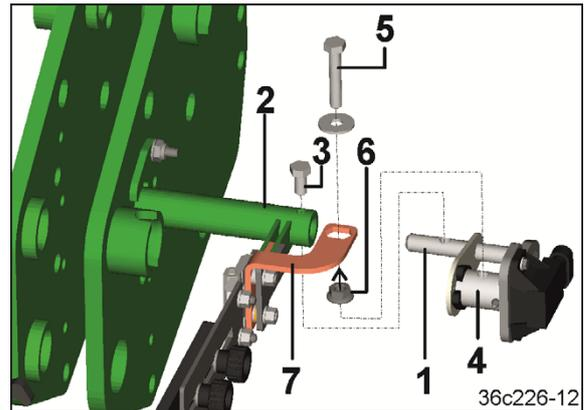

Fig. 99
7. Introducir el apoyo del par de giro (Fig. 99/1) al soporte (Fig. 99/2) y fijar con un tornillo de hexágono interior (Fig. 99/3).
8. Conectar el potenciómetro (Fig. 99/4) con un tornillo de hexágono interior (Fig. 99/5) y una tuerca de hexágono interior (Fig. 99/6) al brazo (Fig. 99/7).